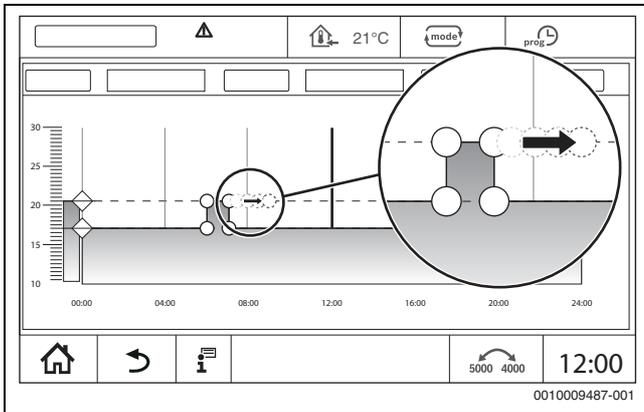

Рис. 27 Перенос точек переключения.
- ▶ Коснитесь точки переключения (→ рис. 27), удерживайте в течение одной секунды и перетяните на желаемое время суток.